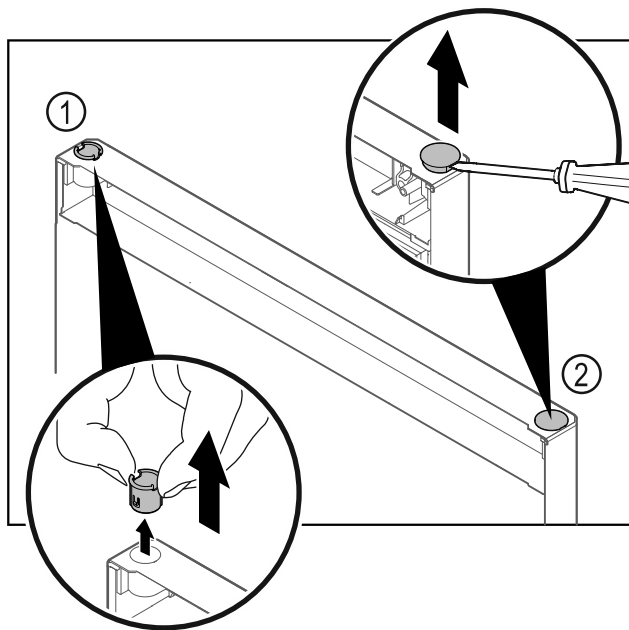

Fig. 30
- ▶ Retirer la bague Fig. 30 (1) avec les doigts.
- ▶ Soulever délicatement le bouchon Fig. 30 (2) avec un tournevis plat et le retirer.